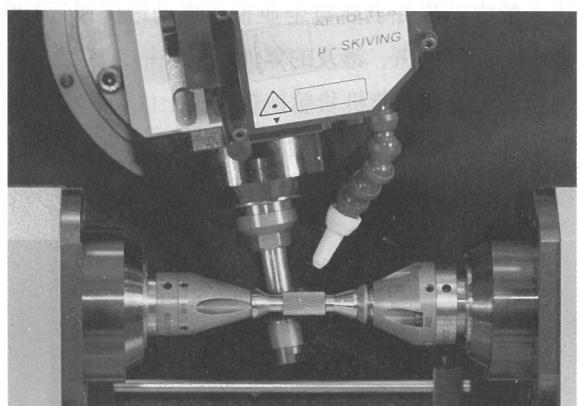

图 2
控旋转轴，由于是围绕X轴旋转，可称之为数控A轴。这两个旋转轴同步旋转，但分工不同：左侧的转轴一方面带动零件旋转，以便对零件的四周均可进行加工，另一方面还可带动零件在X方向左右移动。右侧转轴不做直线运动，但跟随左侧转轴做同步转动，其主要作用是支撑零件，保证加工过程中零件的刚性。在加工过程中，刀具尽可能靠近右侧转轴，在X方向一般情况下不移动，X方向的进给基本是靠左侧转轴带动型材来实现，这样可以保证刀具切削位置始终靠近右侧转轴鼻端，在这里，型材的装夹刚性是最强的。图2为机床内部构造。
(4) 在AFFOLTER滚齿机床上还可以实现一种可以替代磨齿加工的硬滚削技术。目前越来越多的小模数齿轮也需要进行表面硬化以提高使用寿命。为此，AFFOLTER公司研发出硬滚削技术以替代传统的磨削来提高生产效率。工件先进行预滚削以去除所需的磨削量，然后进行硬化处理后再到机器上进行硬滚削，二次进刀通过机器上一个精度极高的激光探测器进行定位以控制刀具切入的位置，如图2所示，能够加工的工件硬度可达60~65HRC。
(5) 由于严格的质量控制，AFFOLTER滚齿机床能够加工出精度极高的齿轮。对于要求高质量